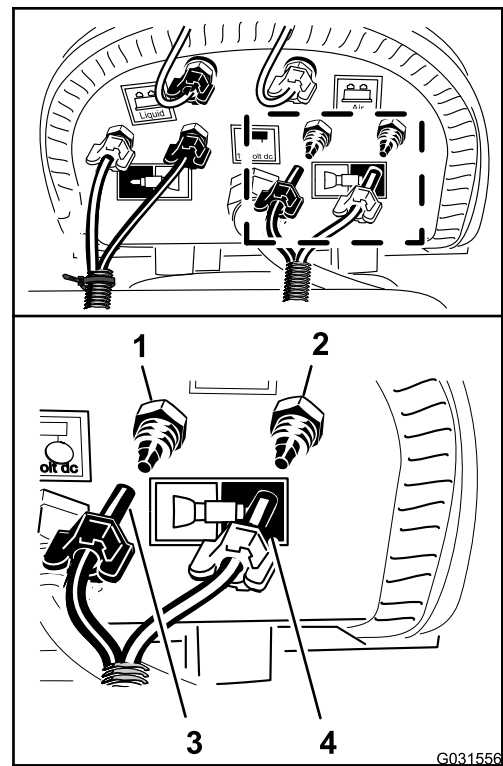

Figura 143
5. Conecte el tubo no marcado (sin brida) alineando el tubo azul de la sección de fumigación izquierda en el acoplamiento de compresión del circuito de agua de la sección izquierda (Figura 143).
6. Ensamble la tuerca de compresión del tubo en el acoplamiento y apriete la tuerca a mano (Figura 143).
7. Alinee el tubo transparente de la sección de fumigación izquierda con el acoplamiento de compresión del circuito de aire de la sección de fumigación izquierda (Figura 143).
8. Ensamble la tuerca de compresión del tubo en el acoplamiento y apriete la tuerca a mano (Figura 143).